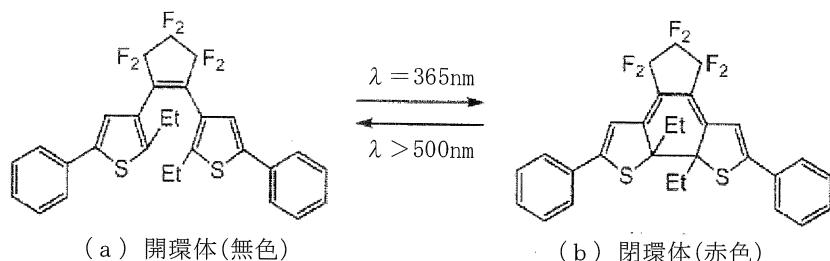
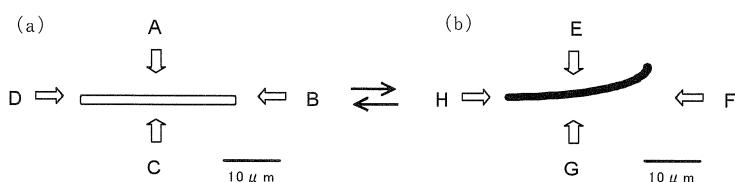

図1 ジアリールエテン誘導体のフォトクロミック反応
図2 ジアリールエテン誘導体の棒状結晶の光反応による変形
(1) ジアリールエテン誘導体は、図1のようにフォトクロミック反応をする。
ここで、図1(a)の開環体と(b)の閉環体の分子構造を比較すると、(b)の方が分子体積は小さい。ジアリールエテン誘導体の棒状結晶(図2(a))に紫外光を照射すると、この棒状結晶は屈曲する(図2(b))。その後可視光を照射すると、直線状に戻る(図2(a))。このような現象を、フォトメカニカル現象という。次の問い合わせよ。
- ① 図2(b)のように棒状結晶が屈曲するのは、図2(a)のどの方向から紫外光を照射したときか、A, B, C, Dの符号で答えよ。また、図2(a)のような直線状に戻るのは、図2(b)のどの方向から可視光を照射したときか、E, F, G, Hの符号で答えよ。
② さらに、棒状結晶がなぜこのような変形をするのか、そのメカニズムを考察せよ。
- (2) (1) 以外のフォトクロミック反応の例を図示して説明せよ。また、そのフォトクロミック分子は、図2のようなフォトメカニカル現象を発現するか。理由を付して説明せよ。
(3) フォトメカニカル現象の特徴を生かした産業上の応用例を3つ挙げよ。既存の応用例を挙げてもよいし、新規に応用例を提案してもよい。
(4) 図2のようなフォトメカニカル現象以外に、他のエネルギーを直接運動エネルギーに変換することにより、有機分子を動かし、その運動の様子を観察することに成功した例を挙げよ。説明には図を用いること。必ずしも動きのメカニズムを詳述する必要はない。